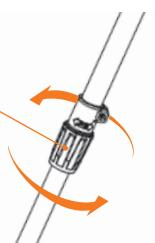

Рис. 10
- Ослабьте фиксатор телескопической штанги **4**, вращением в сторону символа открытого замка (Рис. 10).
- Затяните фиксатор **4**, поворотом в сторону замка (Рис. 10).